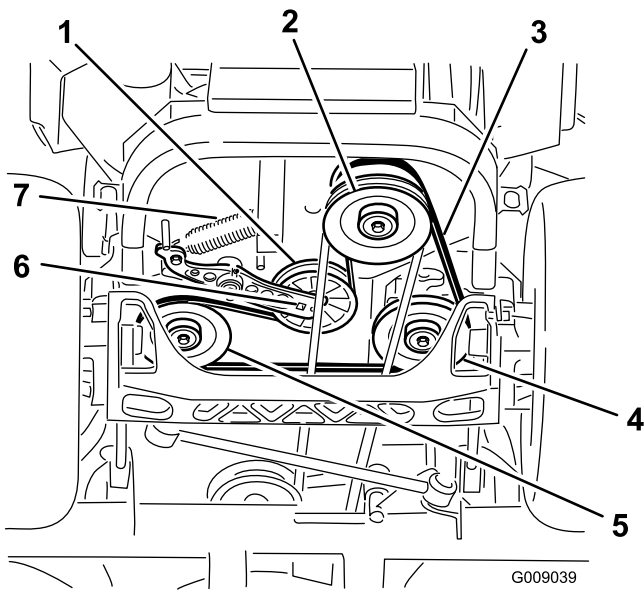

Figura 83
- Levante la máquina y apóyela sobre gatos fijos (Figura 83).
5. Utilice una llave de carraca en el taladro cuadrado del brazo tensor para retirar el muelle tensor (Figura 83).
6. Desenganche el muelle de la polea tensora del bastidor (Figura 83).
9. Utilizando la llave de carraca en el taladro cuadrado del brazo tensor, instale el muelle tensor en el bastidor (Figura 83).